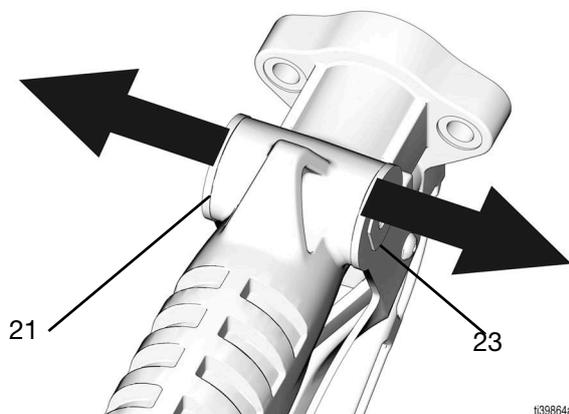

FIG. 25
4. Separe haciendo palanca suavemente los brazos del gatillo (21) y retírelos de la leva (23) (FIG. 25).